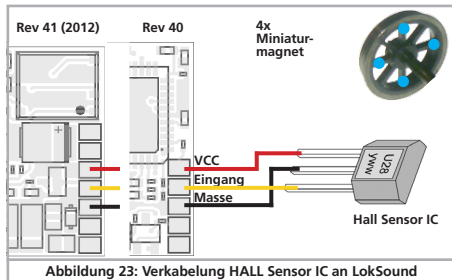

Abbildung 23: Verkabelung HALL Sensor IC an LokSound
Ein Hall Sensor ist ein elektronischer Schaltkreis (IC) welcher auf ein wechselndes Magnetfeld reagiert. Die verfügbaren HALL IC können sehr einfach in Loks verbaut werden, weil der Abstand zwischen IC und Magnet nicht kritisch ist. Ein häufig verwendeter Hall IC ist der TTL4905 von Siemens/Infineon, zu dem es auch viele kompatible Typen gibt. Die drei Anschlüsse des ICs müssen mit dem LokSound Decoder so verbunden werden, wie es Abb. 23 bzw. 24 zeigt.